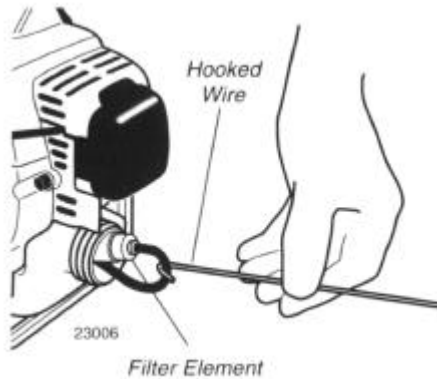

Figure 35
- Gebruik een hoekige draad om het benzinefilter uit de benzinetank te trekken (fig. 35). Inspecteer het benzinefilter element. Als er tekenen zijn van besmetting van vuil, vervang het filter dan door een echte Shindaiwa vervangingsfilter. Voordat u de filter weer installeert, inspecteer de benzineleiding. Als u beschadigingen of verslechtingen aantreft, zou u de machine niet meer moeten gebruiken, totdat deze is geïnspecteerd door een Shindaiwa-getraind service monteur.